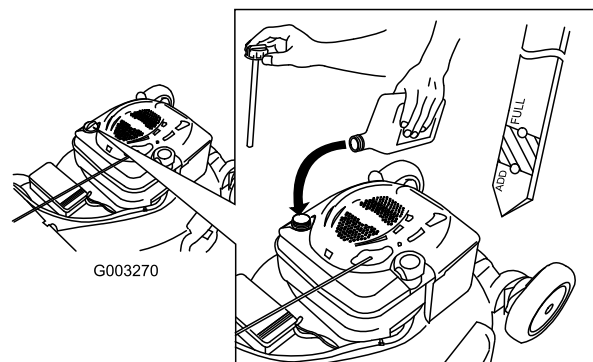

Figure 37
4. Versez de l'huile **lentement** dans le goulot de remplissage pour faire monter le niveau de liquide jusqu'au repère du plein (Full) sur la jauge (Figure 37). **Ne remplissez pas excessivement.** (Remplissage max. : 0,59 l (20 onces), type : huile détergente SAE 30W de classe de service API SF, SG, SH, SJ, SL ou supérieure.